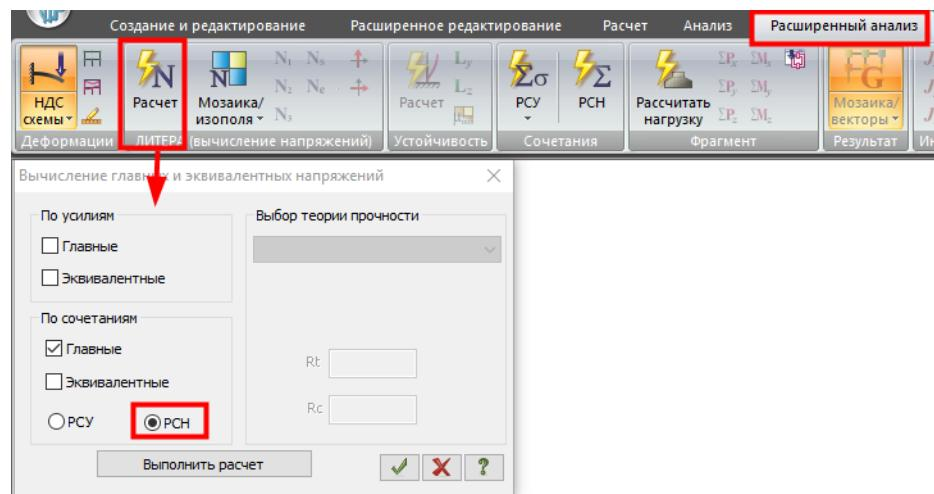

Рис.11.1. Диалоговое окно Вычисление главных и эквивалентных напряжений
- Чтобы выполнить расчет главных напряжений, перейдите в закладку Расширенный анализ и выберете Литера Расчет (рис.11.1).